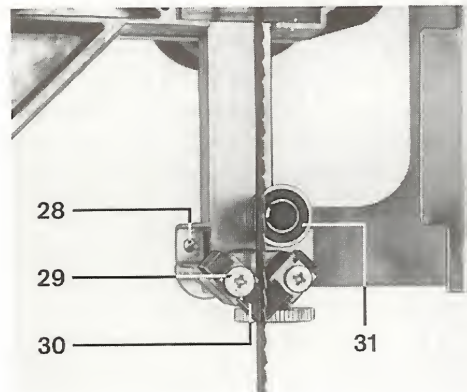

Bild 7
Das Sägeblatt durch den Schlitz der Tischplatte einführen und so auf die Laufscheiben (2) und (10) auflegen, daß es zwischen den Führungsbacken (30) (Bild 7) (oberhalb und unterhalb der Tischplatte) läuft.
Die Kreisschneideeinrichtung mit dem Vierkantstab in die Vierkantöffnung (16) der Sägeblattführung einsetzen. Sie wird mit der Kreuzschlitzschraube (28) (Bild 7) festgeklemmt.